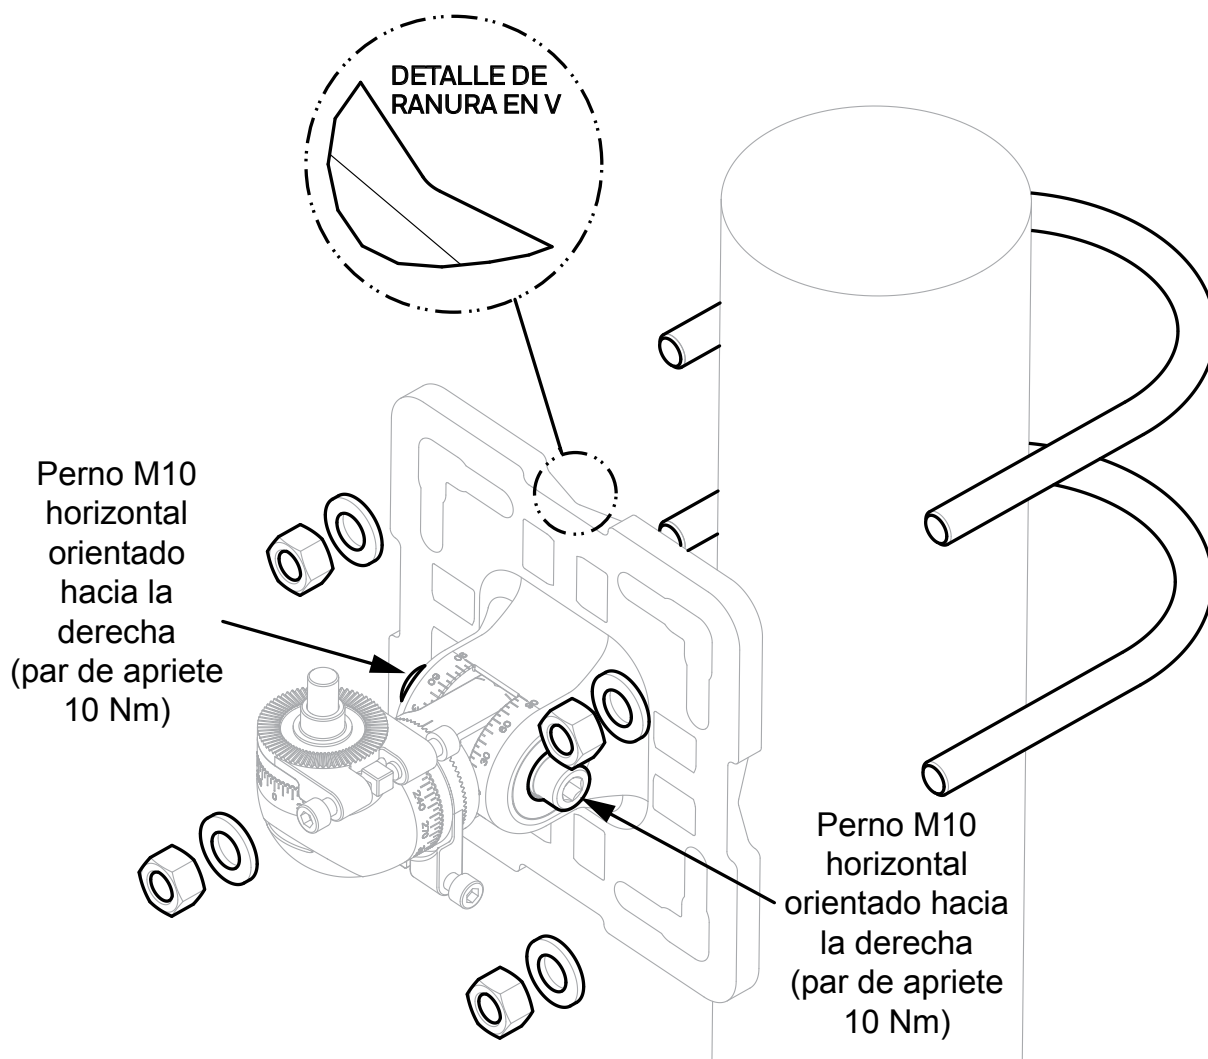

Figura 10. Fijación del soporte de montaje universal al poste con pernos en U
2. Retire la placa de la tapa del perno (Figura 10).